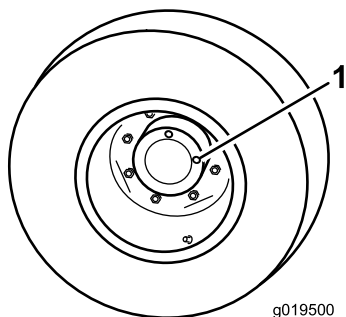

Рисунок 17
1. Поставив машину на ровную поверхность, расположите колесо так, чтобы одна контрольная пробка находилась в положении «12 часа», а вторая — в положении «3 часа» (Рисунок 17).
2. Снимите пробку, находящуюся в положении «3 часа» (Рисунок 17).